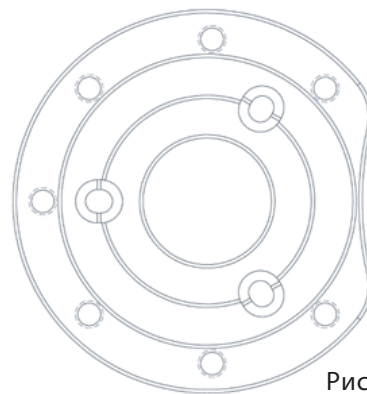

Рис.1
2. Установочная плата для труб от 6" до 9,25" (Рис.1)